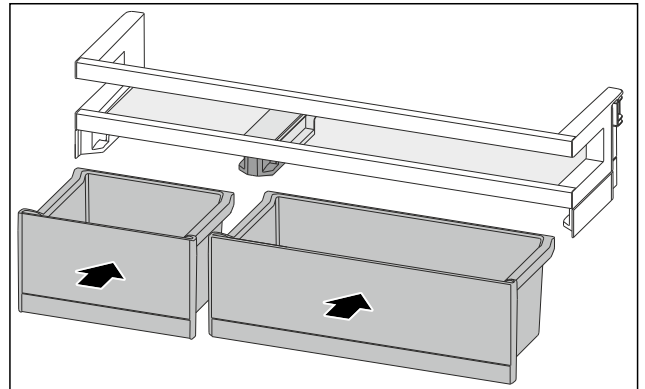

Fig. 128
- Inserire i VarioBox in posizione scambiata. (vedere Fig. 128)